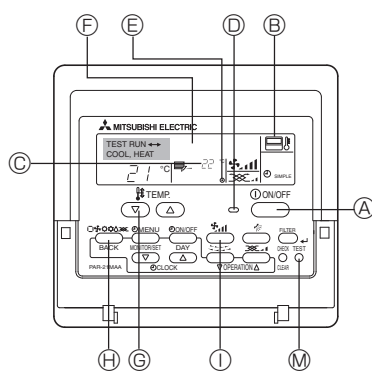

Fig. 9-2
9.2.2. Comando a distanza con filo (Fig. 9-2)
- ① Inserire l'alimentazione almeno 12 ore prima della prova di funzionamento.
- ② Premere due volte il pulsante [TEST]. ➔ Display a cristalli liquidi "TEST RUN"
- ③ Premere il pulsante [Mode selection] (selezione modalità). ➔ Accertarsi che il vento venga soffiato fuori.
- ④ Premere il pulsante [Mode selection] (selezione modalità) e passare alla modalità raffreddamento (o riscaldamento). ➔ Accertarsi che il vento freddo (o caldo) venga soffiato fuori.
- ⑤ Premere il pulsante [Fan speed] (velocità del vento). ➔ Accertarsi di commutare sulla velocità del vento.
- ⑥ Controllare il funzionamento del ventilatore della sezione esterna.
- ⑦ Rilasciare il pulsante della prova di funzionamento, premendo il pulsante [ON/OFF]. ➔ Stop
- ⑧ Registrare un numero di telefono.